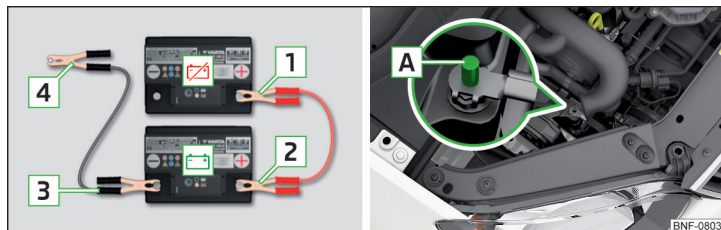

Fig. 157 Avviamento d'emergenza: - batteria scarica, - batteria erogante corrente / punto di massa del motore con sistema START-STOP
- Nei veicoli **con** sistema START-STOP fissare il morsetto **4** al punto di massa del motore **A** » fig. 157.